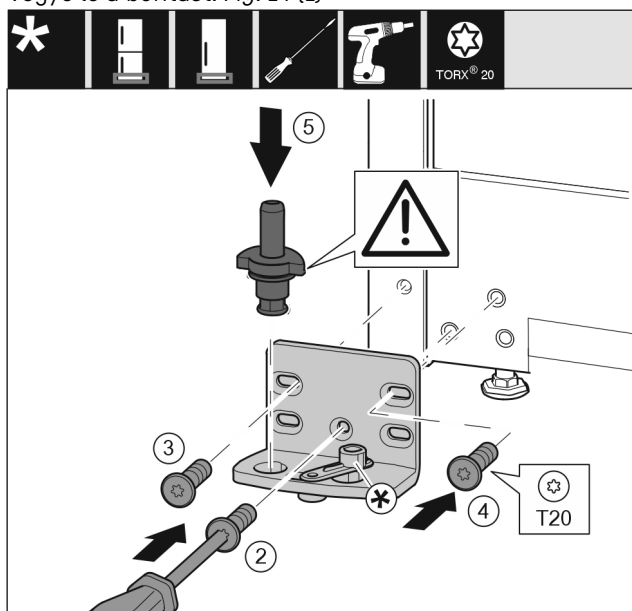

Fig. 15
- Helyezze fel a csapágybakot a másik oldalra, és húzza meg T20 csavarhúzóval. Alul középen a 2 számmal jelölt csavarral kezdjen. Fig. 15 (2)
- Húzza meg a 3 és 4 számmal jelölt csavart. Fig. 15 (3,4)
- Helyezze be teljesen a csapszeget. Közben ügyeljen arra, hogy a bekattanó bütyök hátrafelé mutasson. Fig. 15 (5)